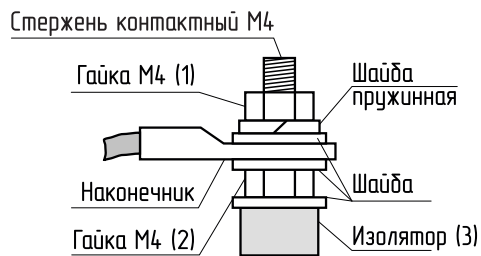

Рис.2 Присоединение проводов к выводам блок ТЭН
6.5. При замене блок ТЭН присоединение фазных проводов к выводам блок-ТЭН производить согласно Рис.2. Сечение кабеля указано в табл.1.